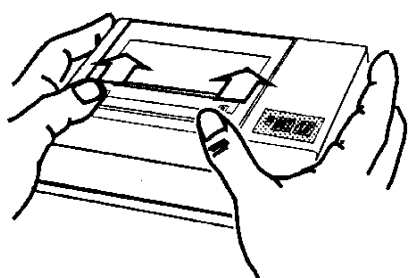

Bild 5
- Schieben Sie den Klarsichtdeckel in Pfeilrichtung (Bild 5)